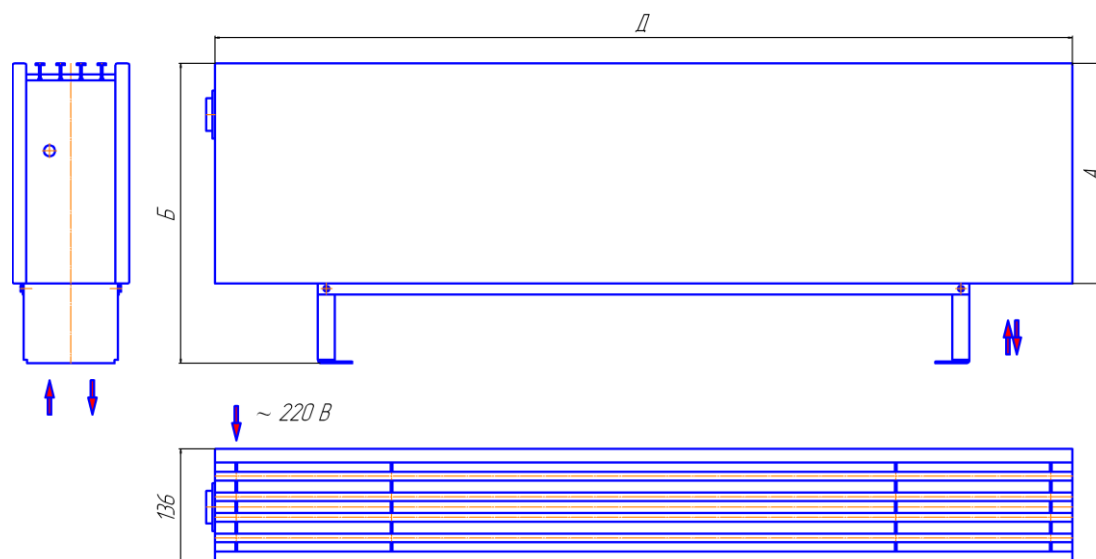

Рис. 1.
2.1. Основные размеры и параметры конвекторов приведены на рис. 1 и в таблице.